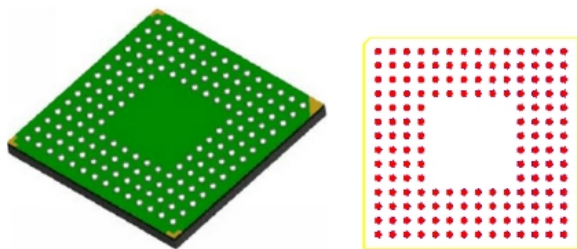

图 9-17 BGA 元件及其封装
8) BGA (Ball Grid Array, 球形栅格阵列) 封装: BGA 与 PGA 类似, 主要区别在于这种封装中的引脚只是一个球状焊锡, 焊接时熔化在焊盘上, 无需打孔。BGA 的引脚具有高密度、易散热、寄生参数小的特点, 可应用于高达数百引脚的高速集成电路芯片。BGA 基板依使用材料不同, 可分为陶瓷 (Ceramic)、塑料 (Plastic)、金属 (Metal) 和卷带 (Tape) 等几类, 相对应的简称分别是 CBGA、PBGA、MBGA 与 TBGA。同类型封装还有 SBGA, 与 BGA 的区别在于其引脚排列方式为错开排列, 利于引脚出线。图 9-17 所示为 BGA 元件外观及封装。